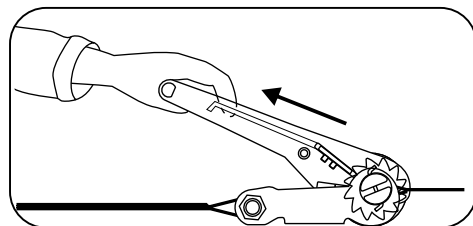

рис. 9
- Для демонтажа анкерной линии потяните внутренний стрелец рукоятки натяжного устройства и отклоните рычаг, ослабляя натяжение ленты (рис. 9).